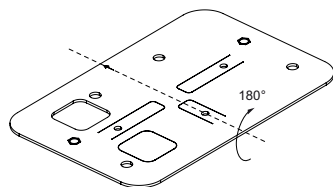
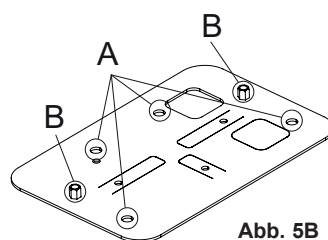

Abb. 5A
Abb. 5B
- Die Platte mit dem zur Zahnstange (Abb. 5A) gerichteten Pfeil um 180° drehen, gemäß den Maßen von Abb. 3 ansetzen und als Schablone für die 4 Bohrungen der Dübel (Pos. A) sowie der Verankerungsschrauben des Getriebemotors (Pos. B) verwenden (Abb. 5B). Das Drehen der Platte ist erforderlich, da die Gewindeeinsätze ansonsten das ebene Verlegen der Platte verhindern.